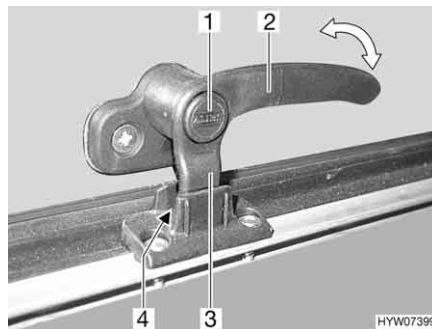
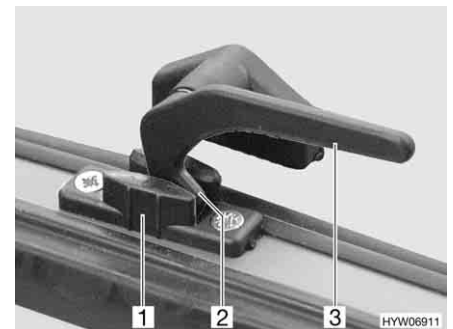

Fig. 99 Levier de verrouillage avec bouton de sécurité en position "Aération permanente"
Fig. 100 Levier de verrouillage en position "Aération permanente"
- En position "Aération permanente" (Fig. 99 et Fig. 100)
- S'il existe, appuyer sur le bouton de sécurité (Fig. 99,1) et le maintenir enfoncé.
- Tourner tous les leviers de verrouillage (Fig. 99,2 ou Fig. 100,3) d'un quart de tour vers le centre du lanterneau.
- Remettre tous les leviers de verrouillage en position initiale. Le tenon de verrouillage (Fig. 99,3 ou Fig. 100,2) doit pénétrer dans le logement du verrouillage du lanterneau (Fig. 99,4 ou Fig. 100,1).